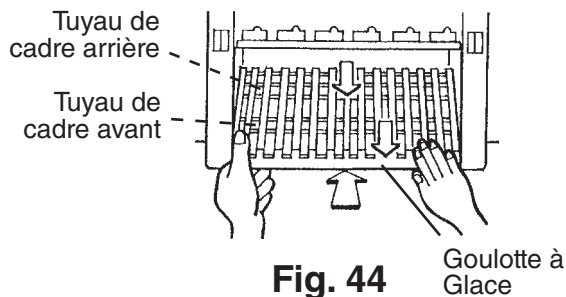

Fig. 44
13. Positionnez et verrouillez la goulotte de glace sur les tuyaux de châssis avant et arrière en poussant la goulotte de glace vers le bas jusqu'à ce qu'elle s'enclenche sur les deux tuyaux de châssis. Voir Fig. 44.